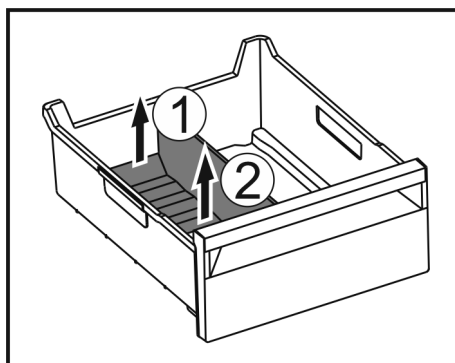

Fig. 106
- ▶ Løft den bageste del af frostrumsadskilleren. Fig. 106 (1)
- ▶ Tag frostrumsadskilleren op og ud. Fig. 106 (2)